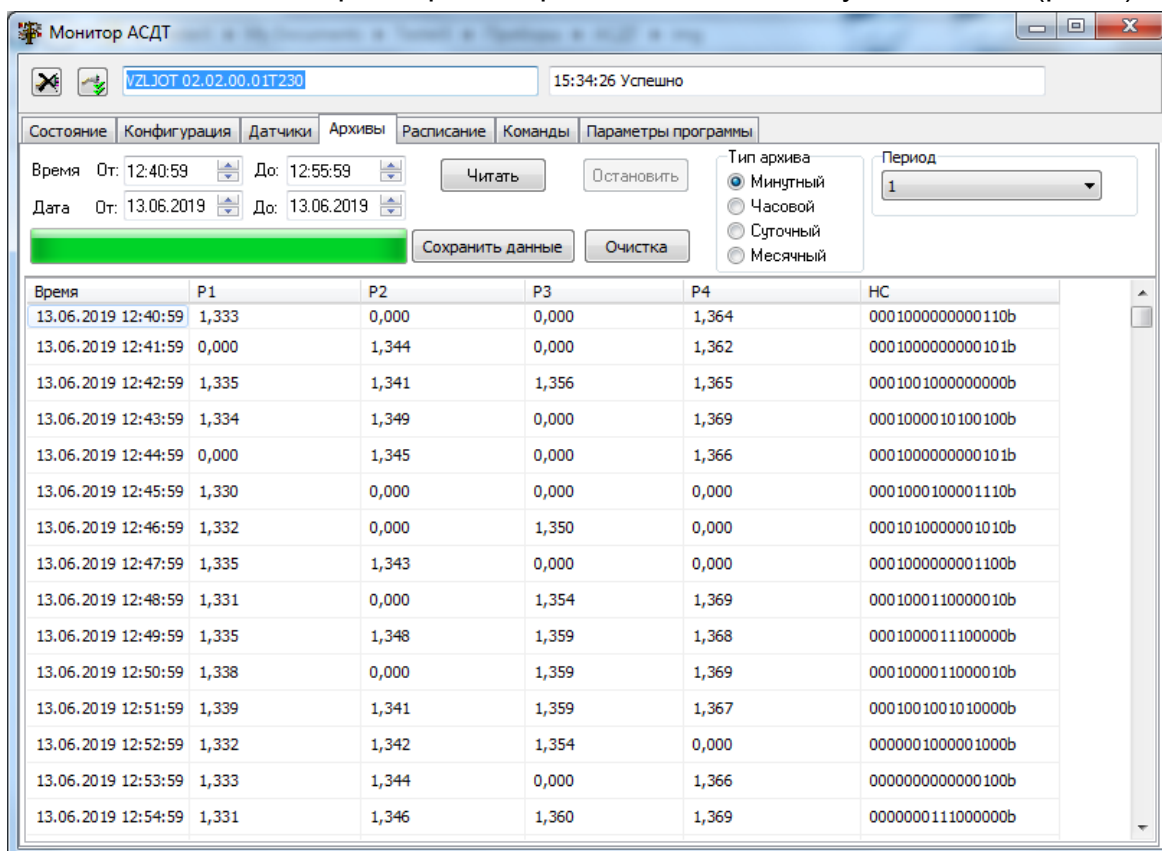

Рис.9. Вид вкладки «Архивы».
3.2.2. Для просмотра архивных данных с использованием программы «Монитор АСДТ», установленной на другом ПК, адаптер необходимо перевести в режим СЕРВИС. После чего запустить программу «Монитор АСДТ», открыть вкладку **Архивы**, задать требуемые значения параметров запроса и нажать кнопку **Читая** (рис.9).